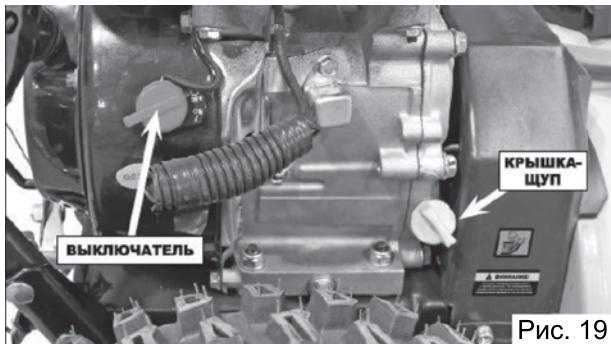

Рис. 19
4. Установите выключатель зажигания в положение «ON» (Рис. 19).
Чтобы быстро остановить двигатель в случае крайней необходимости поверните выключатель зажигания в положение «OFF» - «ВЫКЛЮЧЕНО» (Рис. 19).